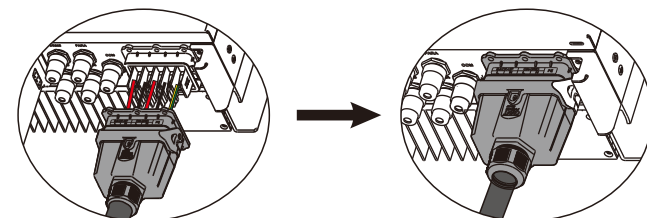

Figure 4.3-6 Installation des bornes de raccordement AC
Étape 4. Raccordez le câble AC combiné à la borne AC de l'onduleur, serrez-le à un couple de 2,0 N·m à 2,5 N·m, puis verrouillez le couvercle CA. Voir Figure 4.3-6.